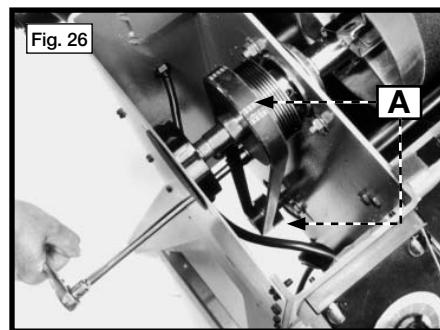

Fig. 26
IMPORTANTE: La velocidad del tambor de lijado es de 674 metros de superficie (2.210 pies de superficie) por minuto con la banda en las poleas internas (A) Fig. 26.